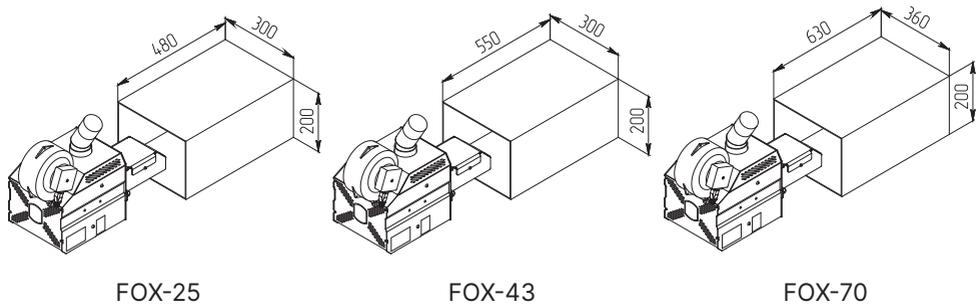

Рис.6 Минимальные габариты топки котла
- Минимальные габариты топки для установки приставной пеллетной горелки представлены на **Рис.6**.